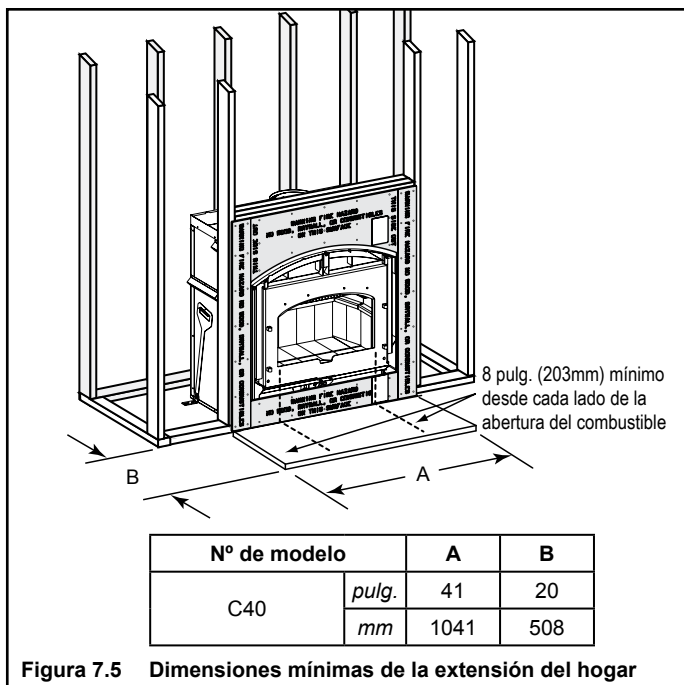

Figura 7.5 Dimensiones mínimas de la extensión del hogar
- Consulte la Figura 7.5 para ver sus dimensiones mínimas.
Se requiere piso incombustible al menos 20 pulg. (508 mm) enfrente y 8 pulg. (203 mm) a ambos lados de la boca de la chimenea, como se muestra en la Figura 7.5.
Se requiere piso incombustible al menos 20 pulg. (508 mm) enfrente y 8 pulg. (203 mm) a ambos lados de la boca de la chimenea (ver Figura 7.5).